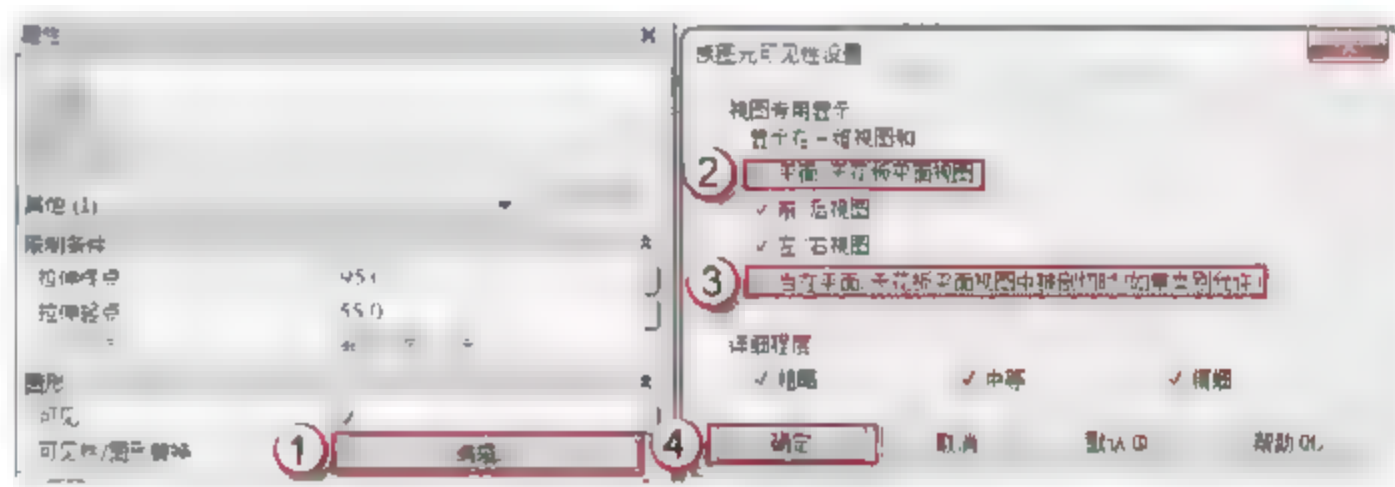

图 6.3.19 门板的可见性
(16) 修改 MC2430 的门板的可见性。在门板的“属性”面板中，单击“图形”栏“可见性/图形替换”后的“编辑”按钮，弹出“族图元可见性设置”对话框，取消“平面/天花板平面视图”和“当在平面/天花板平面视图中被剖切时（如果类别允许）”复选框的选择，单击“确定”按钮，如图 6.3.19 所示。
(17) 添加门板材质。选择“项目浏览器”中的“视图”→“三维视图”→“{3D}”选项，可以进入 MC2430 的 3D 视图，选择门板，在门板的“属性”面板中，单击“材质和装饰”栏“材质”右侧的空白按钮，弹出“关联族参数”对话框，单击“添加参数